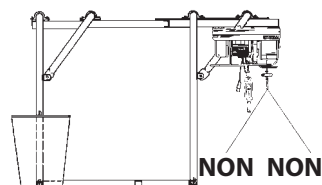

Fig. 2
5. Il est absolument interdit d'utiliser le treuil pour des tractions obliques par rapport à la verticale, (Fig.2).